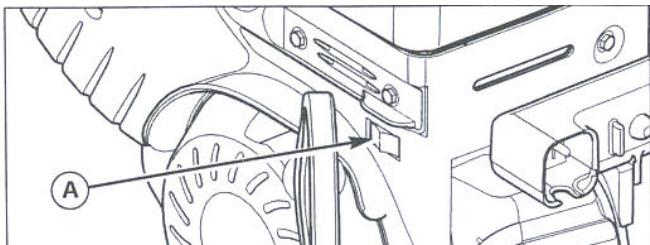

Рис. 3. Выключатель зажигания
- Переведите выключатель зажигания (A, рис. 3) в положение ON (включено).